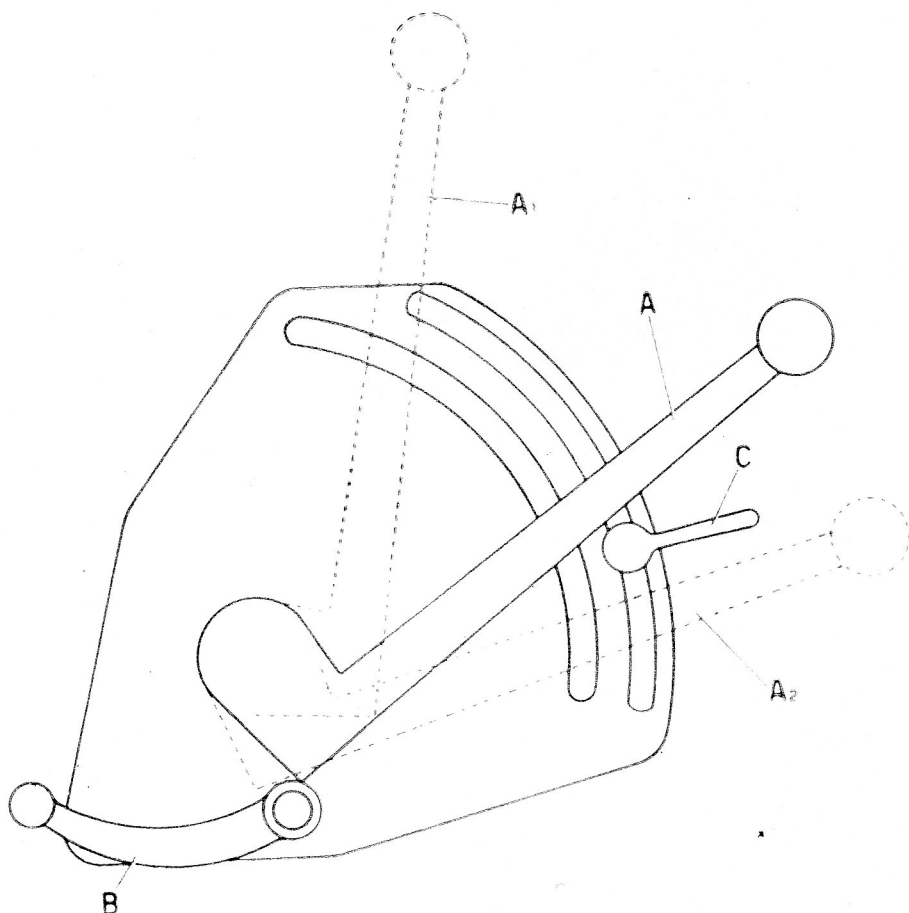

FIG. 13.
A) POSITION CONTROLÉE (fig. 13)